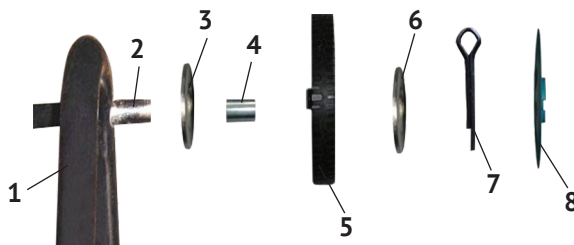

рис.3
### 6.2 Монтаж колёс с осью см. рис.3:
- вынув шплинт (рис.3 поз.7), снять с оси (рис.3 поз.2) втулки и шайбу;
- установить на ось распорную втулку (рис.3 поз.3), втулку (рис.3 поз.4) и колесо (рис.3 поз.5) в последовательности, изображённой на рис.3;
- зафиксировать колесо шплинтом и установить колпак колеса (рис.3 поз.8).